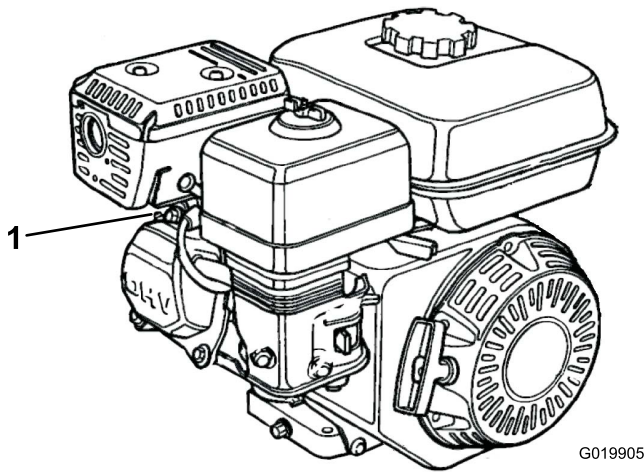

Figura 30
1. Desligue o fio da vela da ignição da vela da ignição (Figura 30).